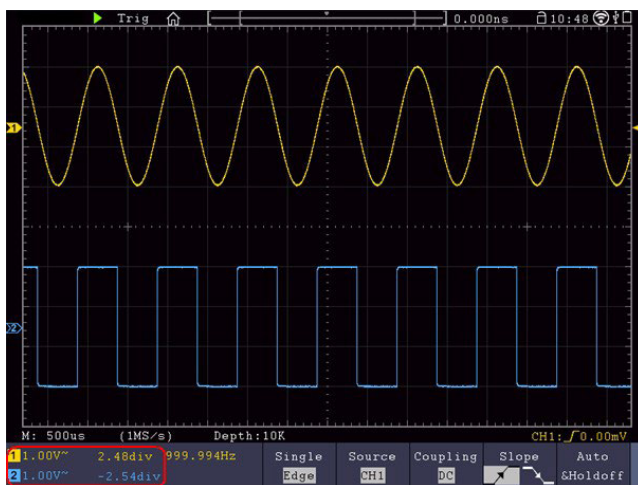

Рисунок 41 - Информация о вертикальном положении
2. Ручка Vertical Scale (вертикальной шкалы) используется для регулирования вертикального разрешения выбранных осциллограмм. Чувствительность шагов вертикального деления меняется как 1-2-5. Вертикальная шкала отображается в левом нижнем углу экрана (см. рисунок 41).